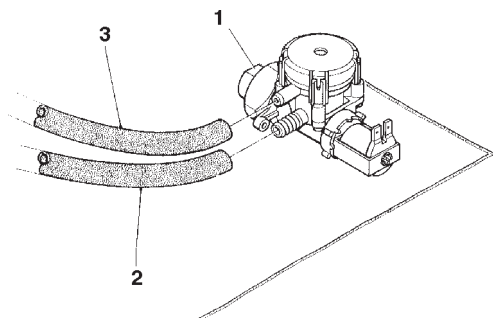

Fig. 13
Conectar, mediante un tubo que sea adecuado (disponible también como kit) para soportar la presión de red y de tipo idóneo para alimentos (diámetro interior de 6 mm mínimo) la red hídrica a la unión 3/4" gas de la electroválvula de entrada del agua (ver fig. 13).
La electroválvula de entrada del agua (ver Fig. 13) está provista de un dispositivo anti-inundación que bloquea mecánicamente la entrada del agua en caso de anomalía de la electroválvula misma o del mecanismo de control del nivel del agua en la caldera.
- aflojar la tuerca de sujeción del tubo de alimentación de la electroválvula para descargar la presión de red restante y luego sujetarla nuevamente (ver fig. 13);